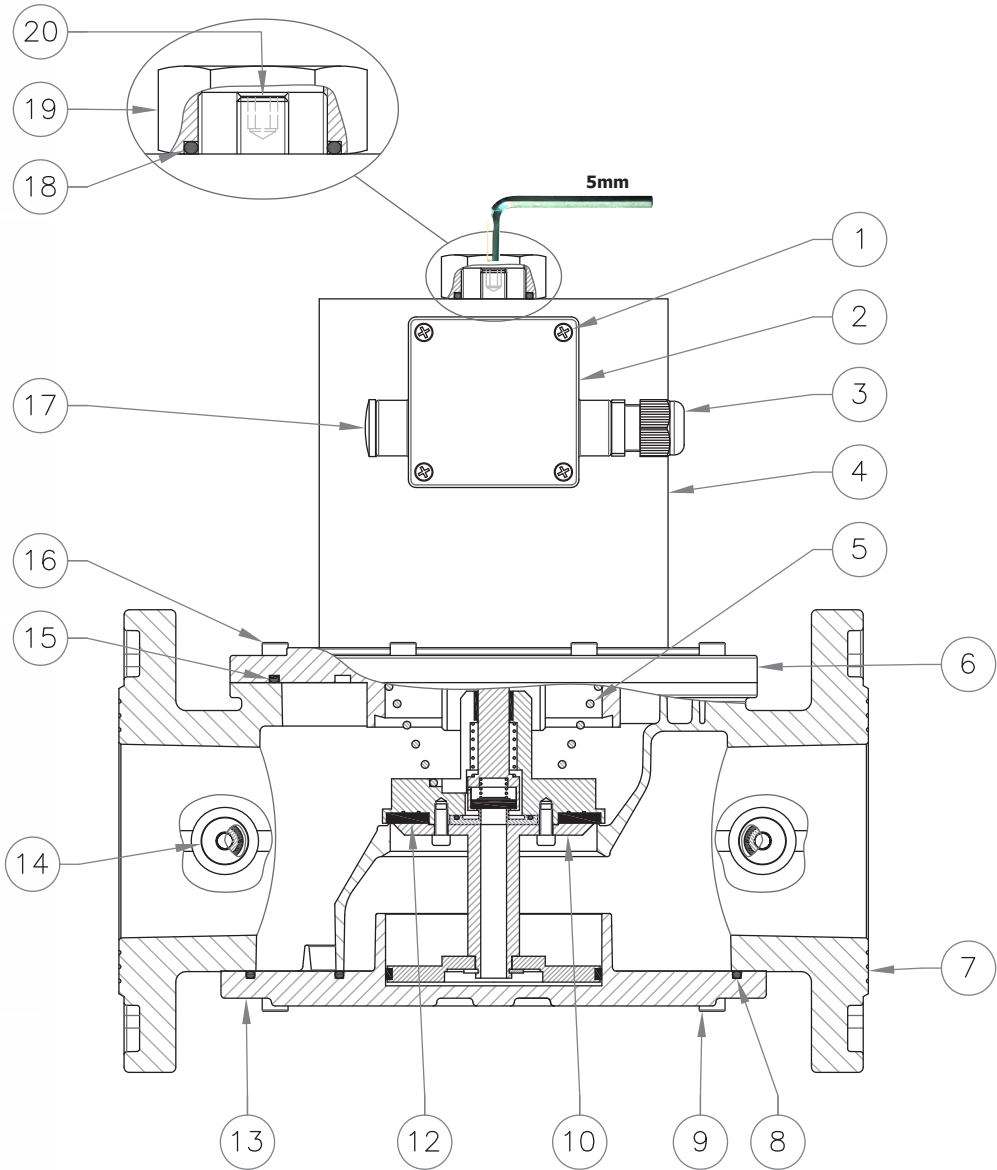

fig. 6
6.2 - INSTALAREA și CALIBRAREA COMUTATORULUI CPI (fig. 6 și 7)
- NOTĂ:** Operațiunile de cablare a conectorului CPI (23) trebuie efectuate cu grijă pentru a garanta gradul IP65 al produsului.
- Deșurubați capacul (11) de sub corpul valvei (7) și scoateți șaiba de aluminiu (aflată între capac și corp);
- În locul capacului (11), strângeți setul inel (21) CPI. Verificați dacă între corp (7) și set (21) există o nouă șaibă de aluminiu sau un O-ring (25);
- Strângeți inelul setului CPI (21) pe corpul valvei (7) cu o cheie comercială adecvată;
- Înainte de cablarea conectorului CPI (23), deșurubați complet și scoateți șurubul central (34);
- Conectați bornele 1 și 2 ale conectorului CPI (23) în serie cu dispozitivul de semnalizare. Utilizați terminalele corespunzătoare pentru cabluri (vedeți figurile de la punctul 3.2);
- Cablați conectorul CPI (23) cu cablu 2x1mm² Ø exterior de la 6,7 mm. Cablul trebuie să aibă teacă dublă, adecvată pentru utilizare în exterior, cu o tensiune minimă de 500V și o temperatură de cel puțin 90° C;
- Fixați conectorul CPI (23) strângând (cuplul recomandat 0,4 Nm ± 10%) șurubul central (34);
- Pentru a calibra microîntrerupătorul, slăbiți piulița de fixare (22) și poziționați (prin înșurubare sau deșurubare) inelul de reglare (24) astfel încât electroventilul în poziția de închidere microîntrerupătorul CPI să furnizeze semnalul;